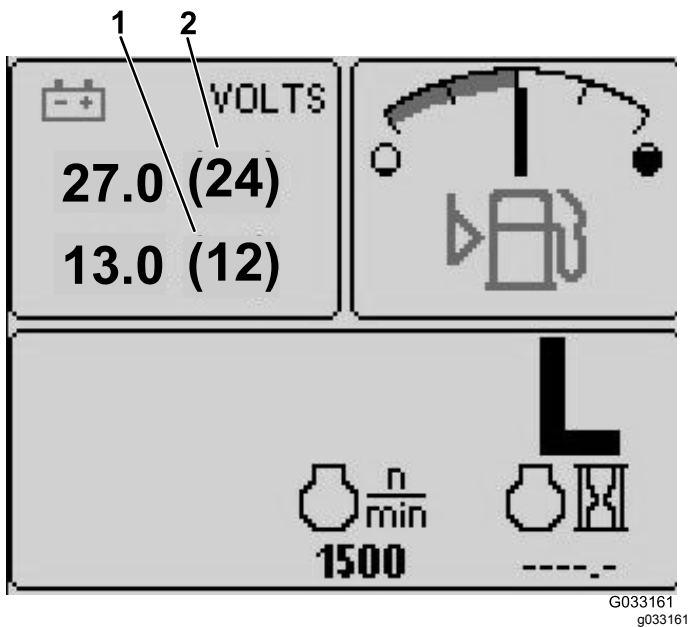

Figura 17
- Indicador de voltaje de la batería de 12 V— pantalla superior izquierda (Figura 17)
- Indicador de voltaje de la batería de 24 V— pantalla superior izquierda (Figura 17)
Muestra el voltaje de las baterías de 12 V y 24 V (Figura 17).